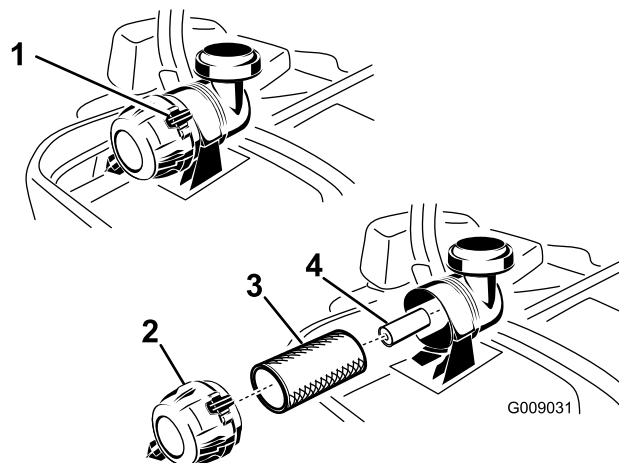

Bild 36
3. Üben Sie Druck aus, um die Riegel am Luftfilter zu lösen, und ziehen Sie die Abdeckung vom Gehäuse ab (Bild 36).
5. Schieben Sie den Hauptfilter vorsichtig aus dem Luftfiltergehäuse heraus (Bild 36). Vermeiden Sie ein Anstoßen des Filters an der Seite des Gehäuses.
1. Reinigen Sie den Papierfilter nicht sondern tauschen Sie ihn aus (Bild 36).
2. Wenn Sie den sekundären Luftfilter austauschen, schieben Sie ihn vorsichtig in das Filtergehäuse ein (Bild 36).
3. Schieben Sie den Hauptfilter vorsichtig auf den sekundären Filter (Bild 36). Stellen Sie sicher, dass dieser einwandfrei einliegt, indem Sie beim Einbauen auf den äußeren Rand des Filters drücken.
- Setzen Sie die Luftfilterabdeckung auf (Entlüfterdeckel nach unten) und drehen sie so, dass die Riegel in der Abdeckung einrasten (Bild 36).